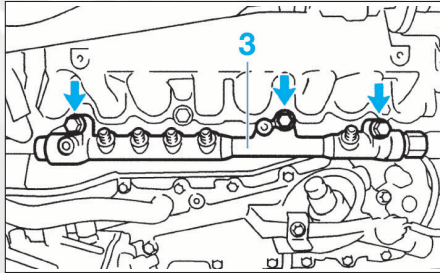

FIG. 53
- Débrancher le connecteur (2) du capteur de pression de combustible.
- Déposer les 3 vis de fixation de la rampe d'injection (3), puis cette dernière (fig. 53).